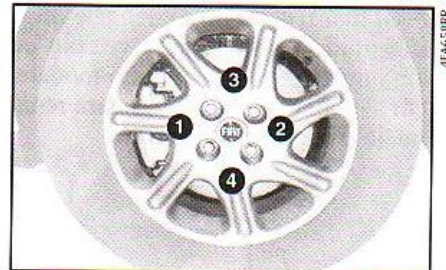

fig. 11
13) Após retirar o macaco, reapertar os parafusos, passando alternadamente de um a outro diametralmente oposto, de acordo com a ordem ilustrada na **fig. 11**.